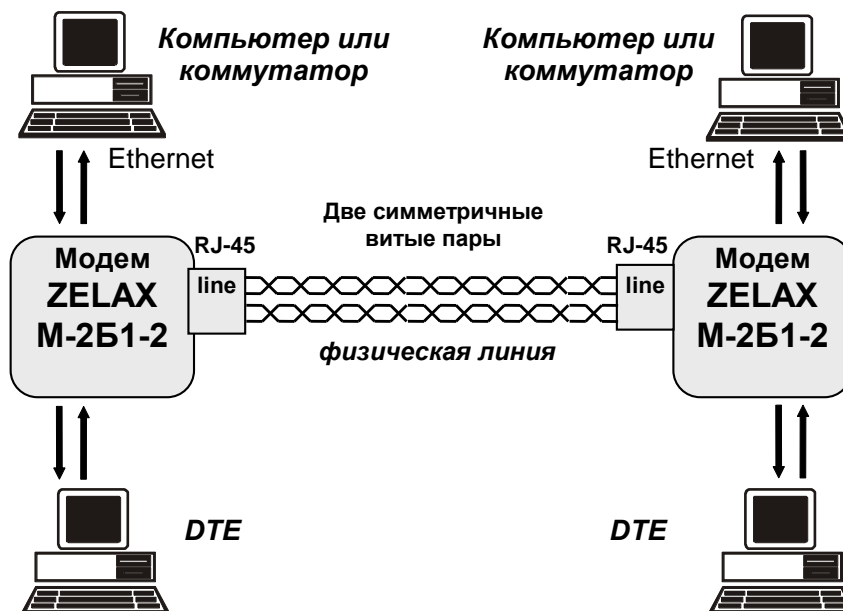

Рис. 5. Схема соединения модемов
Схема соединения модемов для организации дуплексного канала связи приведена на Рис. 5. Назначение контактов линейного разъёма приведено в приложении (см. Приложение 1). В качестве линейного разъёма применяется восьмиконтактная вилка **RJ-45**.
1. Соединить модемы в соответствии со схемой, приведенной на Рис. 5